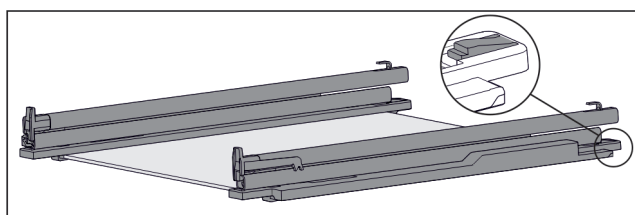

Fig. 133 Tablette en verre avec rails et pièces de retenue
- Pousser l'arrière de la pièce de retenue vers le bas (voir Fig. 133) et pousser dans le même temps le tiroir vers l'arrière.